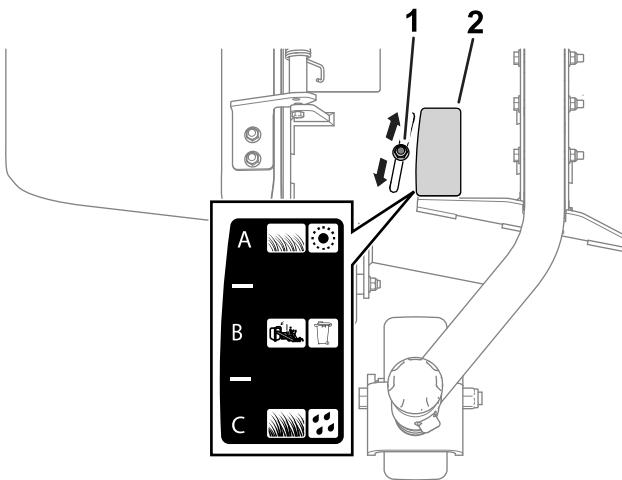

Figure 16
2. Desserrez l'écrou (Figure 16).
Voir la description de chaque position du déflecteur d'éjection dans les sections suivantes : La Figure 16 illustre chaque position (A, B et C) comme représenté sur l'autocollant.